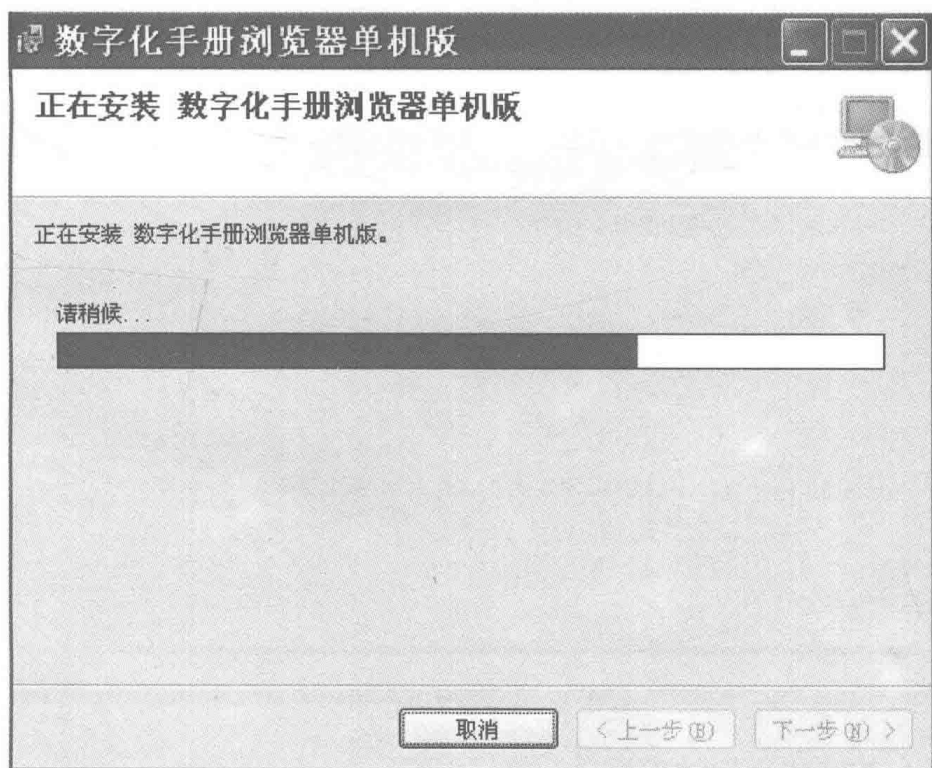

图 1-7 安装过程
7) 在安装过程中，安装向导显示图 1-7 所示的安装过程，在此期间，用户可随时单击“取消”按钮取消当前的安装。